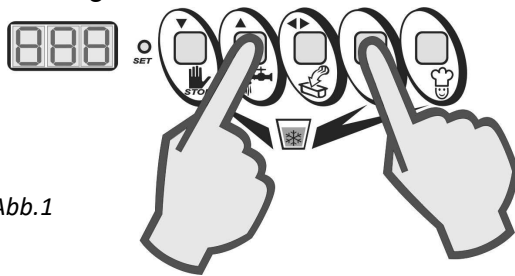

Abb. 1
3. Während sich die Maschine in STOP-Stellung befindet, gleichzeitig die Tasten **“AGITAZIONE (Rührwerk)”** und **“AUTOMATICO (automatisch)”** drücken und erst loslassen, nachdem die Bildschirmseite für Identifizierung per Passwort erscheint (Abb. 1).